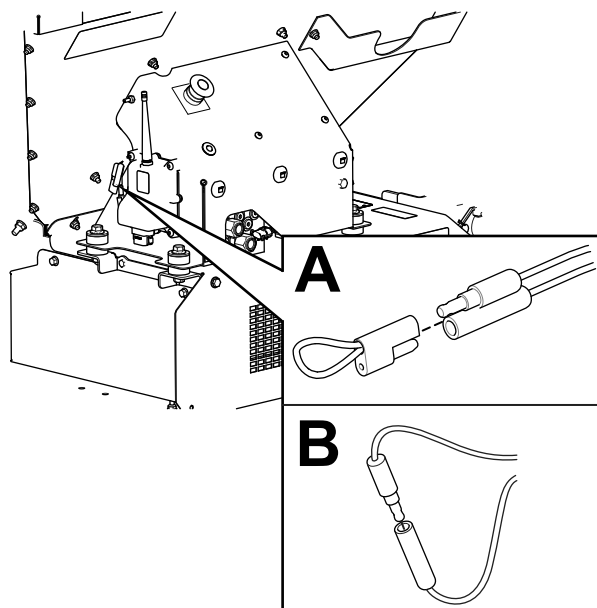

图59
2. 拉掉 2 个并联的诊断接头（图59，A）上系的盖子。
3. 将并联的诊断接头连接在一起（图59，B）。
2. 断开并联的诊断接头（图59，B）。
3. 将盖子按入 2 个并联的诊断接头（图59，A）。